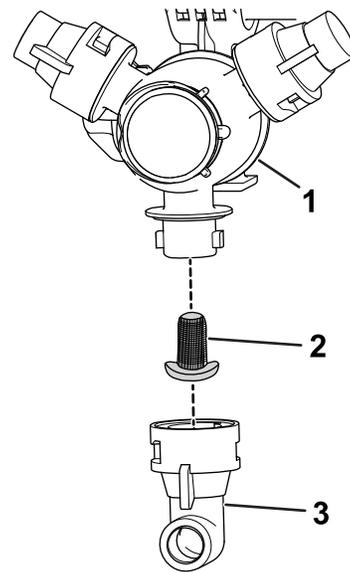

Bild 98
- Entfernen Sie den Düsenfilter (Bild 98).
- Setzen Sie den Düsenfilter ein (Bild 98).
- Setzen Sie die Düse auf das Sprühdrehkreuz auf (Bild 98).
- Nehmen Sie die Düse vom Sprühdrehkreuz ab (Bild 98).